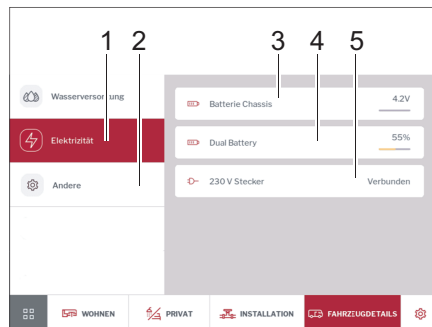

Bild 292 Elektrizität und Innentemperatur
- Auf Schaltfläche *Elektrizität* (Bild 292,1) tippen.
Es werden die Batteriespannung des Fahrzeugs (Bild 292,3), der Ladezustand der Aufbauatterie in % bzw. die Ladespannung der AGM Batterie in Volt (Bild 292,4) und der Zustand der 230-V-Einspeisung (Bild 292,5) angezeigt.
- Auf Schaltfläche *Andere* (Bild 292,2) tippen.